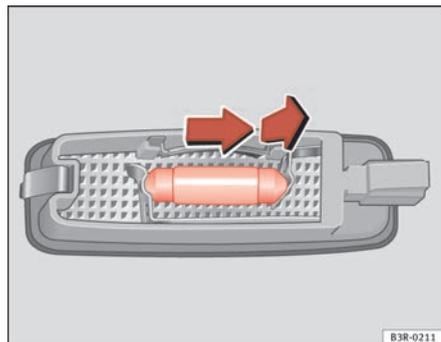

Fig. 236 Démontage de l'éclairage du pare-soleil
- Retirez la lampe en la bougeant dans le sens de la flèche et vers l'extérieur ⇒ fig. 236. ■